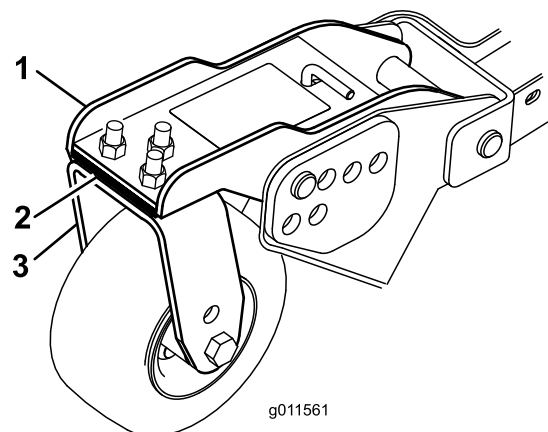

Figura 29
Gire la cuchilla de cada eje hasta que los extremos estén orientados hacia adelante y hacia atrás. Mida desde el suelo hasta la punta delantera del filo de corte. Ajuste los suplementos de 3 mm de las horquillas de las ruedas giratorias delanteras para que la altura de corte se corresponda con la marca de la pegatina (Figura 29). Para el eje de la cuchilla exterior solamente, consulte Ajuste de la inclinación de la unidad de corte.
3. Si el borde interior de la unidad de corte lateral está demasiado alto respecto al borde exterior de la unidad de corte delantera, retire un suplemento de 3 mm de la parte inferior del brazo interior delantero de la rueda giratoria en la unidad de corte lateral (Figura 29). Vuelva a comprobar la medida entre los bordes exteriores de ambas unidades de corte laterales y el borde interior de las unidades de corte laterales y el borde exterior de la unidad de corte delantera.